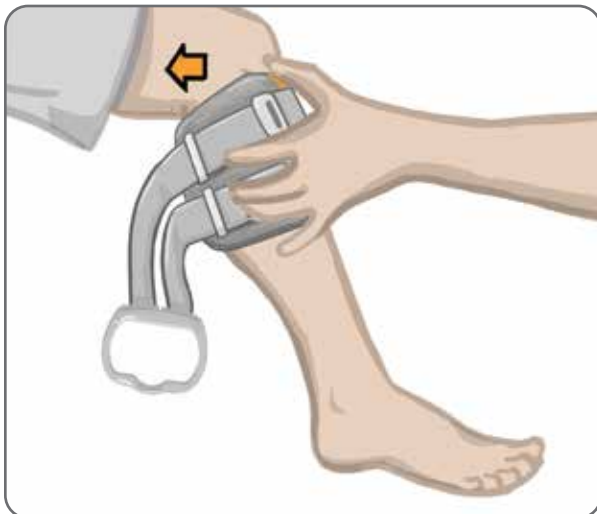

Figura 8-6. Cattura delle basi per elettrodi
7. Mantenendo aperto il gambale per la parte inferiore della gamba, abbassare la parte inferiore dello stesso, facendo in modo che solo il davanti del gambale sia a contatto con la superficie anteriore della tibia. Quindi avvolgere le estremità del gambale per la parte inferiore della gamba attorno all'arto per "catturare" le basi per elettrodi (Figura 8-6).